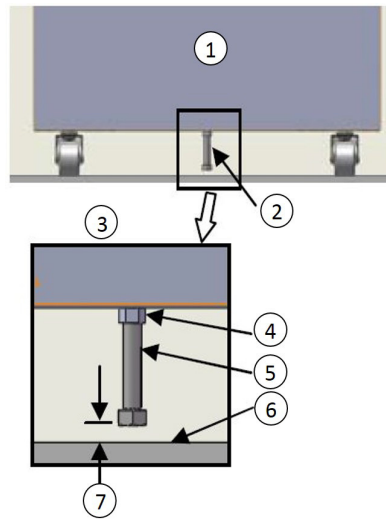

Figure 2. Emplacement du boulon
- Desserrez le boulon de 1/2 po jusqu'à ce qu'il y ait un dégagement de 1/2 po (1,2 cm) entre le sol et la tête du boulon, comme montré dans la *Figure 2* ci-dessous.